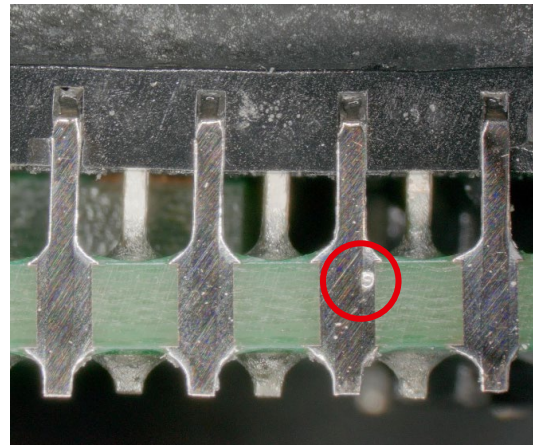

Abbildung 14: Luftkavität (Querschnitt).
- weniger als 30% Luftkavitäten, siehe Abbildung 14.